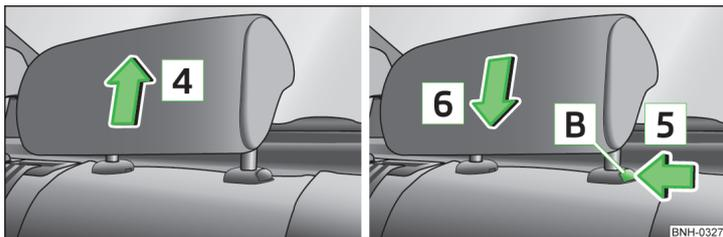

Fig. 50 Regolazione dell'altezza dei poggiatesta posteriori
- Spostare il poggiatesta **verso l'alto** in direzione della freccia **4** » fig. 50.